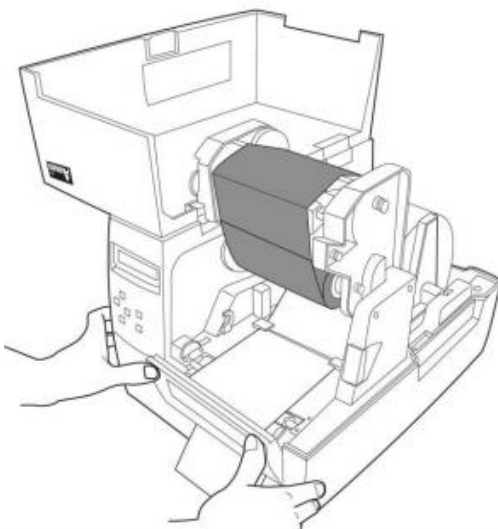

Рисунок 20
4. Закройте модуль отделителя этикеток (Рисунок 20)